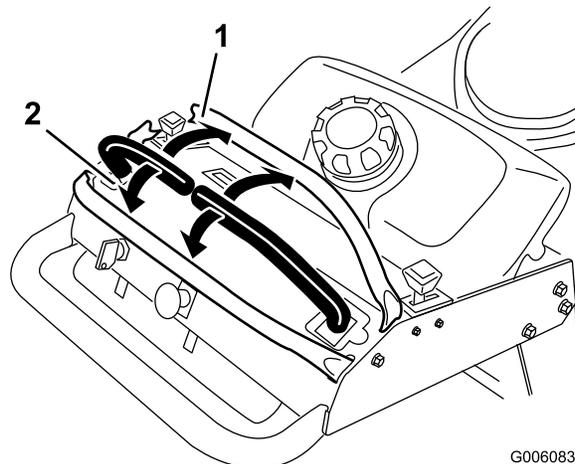

Figure 9
Pour tourner, rapprochez du point mort le levier de commande correspondant à la direction que vous voulez prendre (Figure 9).
3. Pour vous déplacer en marche avant, poussez lentement les leviers de commande de déplacement vers l'avant (Figure 9).
Pour vous déplacer en ligne droite, appliquez une pression égale sur les deux leviers de déplacement (Figure 9).
2. Pour vous déplacer en marche arrière, tirez lentement les leviers en arrière (Figure 9).
Pour tourner, relâchez le levier de commande correspondant à la direction que vous voulez prendre (Figure 9).